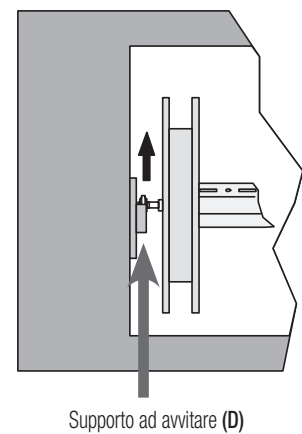

Fig. 6
3. Alzare il rullo, svincolandolo dal supporto ad avvitare (fig. 6 rif. D).